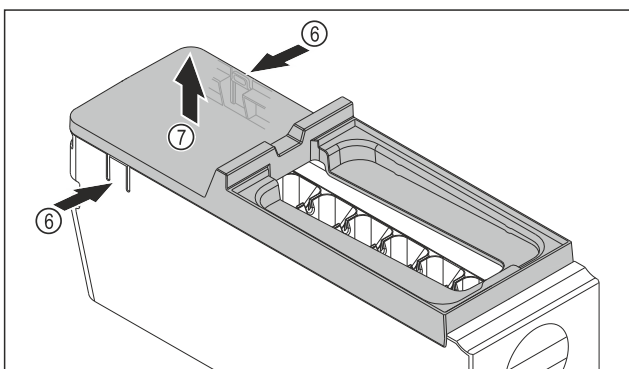

Fig. 146
- ▶ Изваждане на капака на корпуса на EasyTwist-Ice: Натиснете езичетата Fig. 146 (6) от двете страни на корпуса на EasyTwist-Ice с една ръка.
- ▶ С другата ръка извадете капака Fig. 146 (7) нагоре.